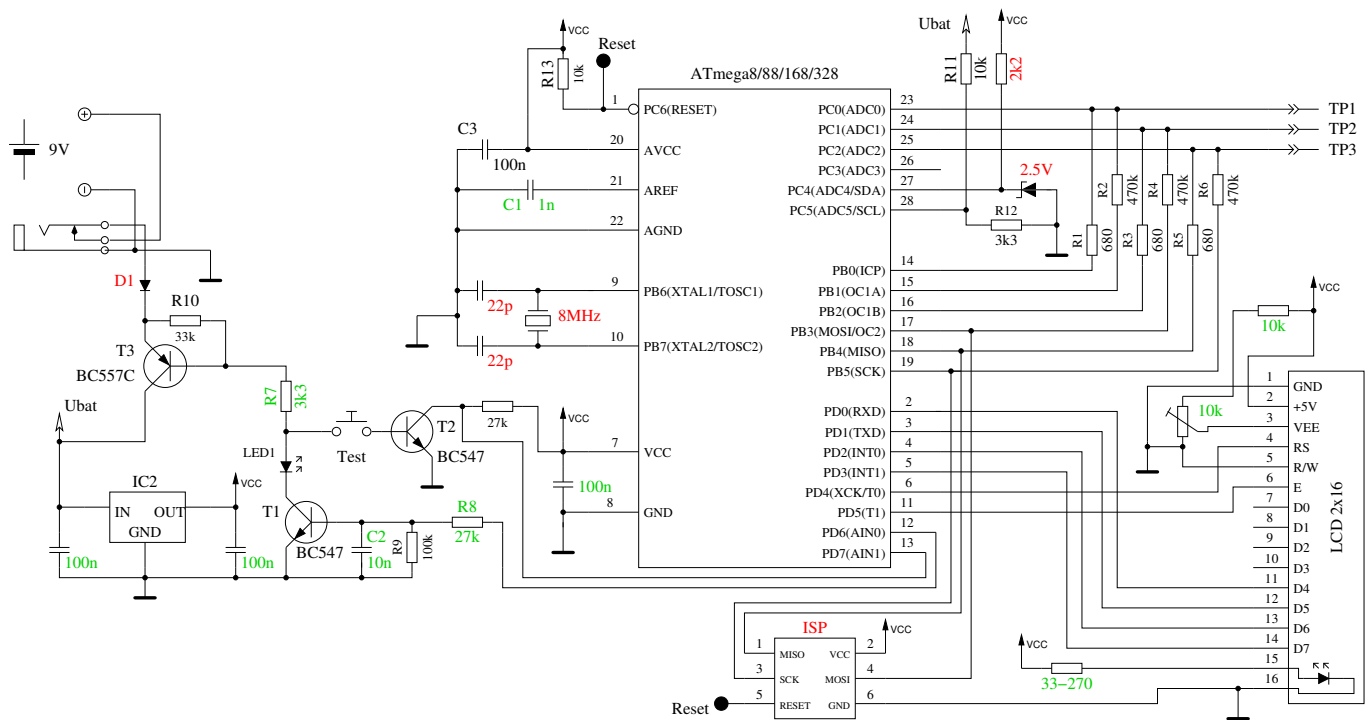

Abbildung 2.1: Neue TransistorTester-Schaltung
Die Schaltung des TransistorTesters in Abbildung 2.1 basiert auf der Schaltung von Markus F., die er in Abb. 1 des AVR-Transistortester Reports [1] veröffentlicht hat. Geänderte oder verschobene Bauteile sind mit grüner Farbe markiert, optionale Teile sind mit roter Farbe gekennzeichnet. Einige Änderungen wurden gemacht, weil die Strom-Abschaltung in einigen Nachbauten Probleme bereitet hatte. Deshalb ist der Widerstand R7 auf  $3.3k\Omega$  reduziert. Der Kondensator C2 ist auf 10nF verkleinert und der Widerstand R8 ist verschoben, so daß der Ausgang PD6 nicht versucht den 100nF Kondensator direkt zu laden. Zusätzliche Abblock-Kondensatoren wurden hinzugefügt und sollten nahe den Versorgungs-Anschlüssen des ATmega und nahe bei dem Spannungsregler platziert werden. Weil der PD7 Eingang und der PC6 (RESET) Anschluß die einzigen Anschlüsse sind, wo „pull-up“ Widerstände gebraucht werden, wurde ein  $27k\Omega$  Widerstand an dem PD7 (Pin 12) Anschluß vorgesehen. Mit dieser Änderung können die internen „pull-up“ Widerstände des ATmega abgeschaltet werden. Ein Quarz mit seinen 22pF Kondensatoren wurde zusätzlich vorgesehen. Ein Quarz hat Vorteile für die Kapazitätsmessung wegen der genaueren Zeitmessung. Die neue Software kann den Bereich für den ADC umschalten. Die Umschalt-Geschwindigkeit wird durch den externen Kondensator C1 am AREF (21) Pin des ATmega reduziert. Um die Messung nicht langsamer als notwendig machen zu müssen, sollte der Kondensator auf 1nF reduziert werden. Ein Entfernen des Kondensators ist ebenfalls möglich. Zum Anpassen der Software an die jeweilige Schaltung schauen Sie bitte in dem Konfigurations-Kapitel 3 nach. Einige unterschiedliche Versionen von R11 / R12 Kombinationen zirkulieren im Internet. Ich habe die Software an den Original-Entwurf von Markus F. [1] mit  $10k\Omega$  und  $3,3k\Omega$  angepaßt. Die zusätzliche 2,5V Präzisions-Spannungsreferenz, die an Pin PC4 (ADC4) angeschlossen ist, ist für zukünftige Software-Versionen geplant und wird derzeit noch nicht benutzt. Ein zusätzlicher ISP-Anschluß wurde hinzugefügt um leichter neue Software-Versionen laden zu können.